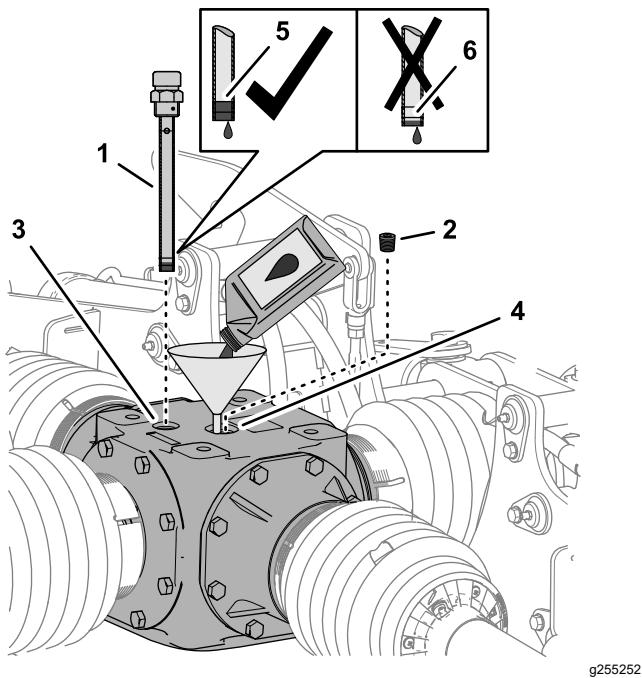

Figure 61
1. Retirez la jauge de l'orifice au sommet du boîtier d'engrenages central et essuyez-la (Figure 61).
2. Retirez le bouchon de remplissage de l'orifice de remplissage en haut du boîtier d'engrenages (Figure 61).
3. Versez 2,48 L (84 oz liq.) du lubrifiant pour engrenages spécifié dans l'orifice de remplissage (Figure 61).
4. Vissez la jauge dans l'orifice, ressortez-la et vérifiez le niveau de lubrifiant (Figure 61).
6. Revissez et serrez la jauge dans l'orifice de remplissage (Figure 61).
7. Revissez et serrez le bouchon de remplissage dans l'orifice de remplissage (Figure 61).